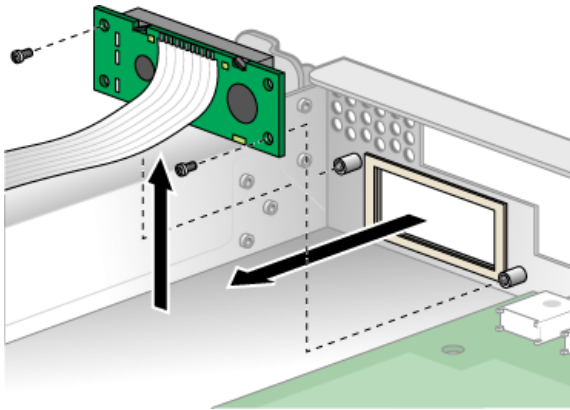

图 3-16 拆除 LCD
3. 拆除将 LCD 固定至前面板的两颗螺钉（请参见图 3-16）。